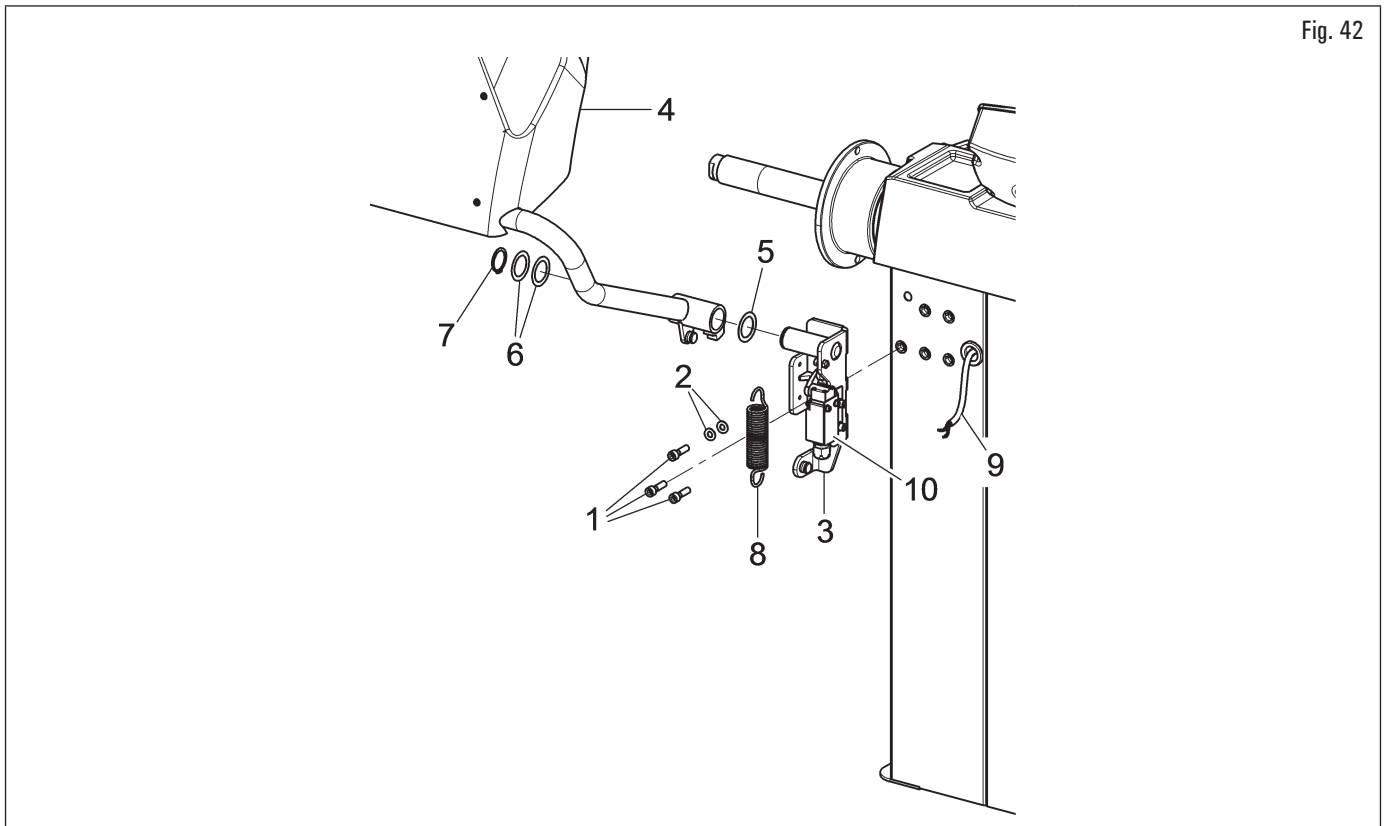

Fig. 42
1. Visser les 3 vis (Fig. 42 réf. 1) et les rondelles (Fig. 42 réf. 2) qui soutiennent le support du carter (Fig. 42 réf. 3) dans les orifices pratiqués dans la partie postérieure du châssis, en utilisant une clé à six pans. Monter le carter de protection (Fig. 42 réf. 4) au support (Fig. 42 réf. 3) interposant les rondelles (Fig. 42 réf. 5 et 6) e et bloquer avec le seeger (Fig. 42 réf. 7) ;
2. accrocher le ressort (Fig. 42 réf. 8) entre la base du support et l'axe d'ancrage ;
3. brancher les 2 fils (Fig. 42 réf. 9) provenant de l'intérieur du châssis sur les contacts normalement ouverts (NO) du micro-interrupteur (Fig. 42 réf. 10).